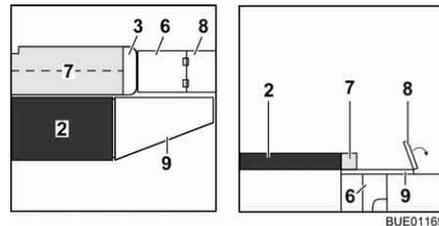

Fig. 125 Durante la transformación
- Extraer la prolongación del armazón de cama (Fig. 125,6).
- Plegar la prolongación del tablero (Fig. 125,8) hacia fuera.
- Desplegar el cojín adicional (Fig. 125,7) y colocarlo en la mesa.
- Enganchar el ensanchamiento de cama (Fig. 125,9) en los alojamientos en los baúles-banco.